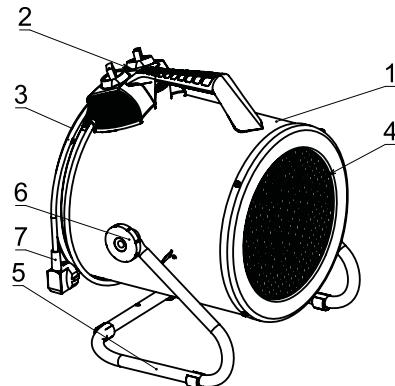

Рис. 1. Конструкция тепловентилятора
Несущая конструкция тепловентилятора (рис.1) состоит из кожухов наружного (1) и внутреннего, изготовленных из листовой стали и имеющих цилиндрическую форму. Во внутреннем кожухе размещены вентилятор, и трубчатые электронагревательные элементы из нержавеющей стали. Снаружи кожуха расположен корпус блока управления (2). Кожух наружный закрытый воздухозаборной (3) и воздуховыпускной (4) решетками, барашковыми винтами (6) монтируется к опоре (5), и имеет возможность регулировки угла наклона корпуса. Угол поворота фиксируется барашковыми винтами. Вентилятор затягивает воздух через отверстия воздухозаборной решетки. Воздушный поток, втянутый вентилятором в корпус, проходя между петлями трубчатых электронагревательных элементов, нагревается и подается в помещение через отверстия воздуховыпускной решетки. Прибор оборудован кабелем (1,2 м с сечением 3x1,5 мм) с вилкой для подключения к электросети.